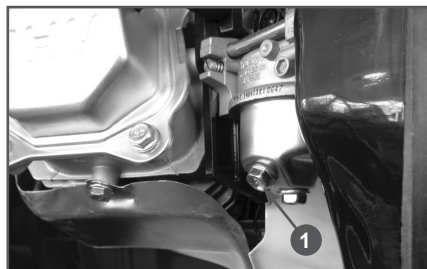

Рис. 16 Слив топлива из карбюратора
2. Открутите болт 1 сливного отверстия и слейте топливо из поплавковой камеры карбюратора (Рис. 16).